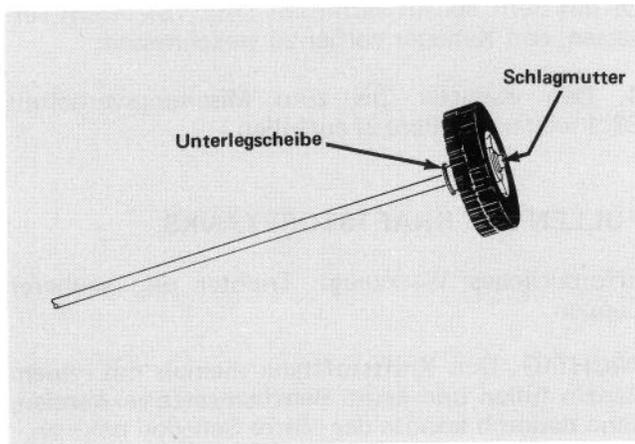

Abb. 1
1. Eine Schlagmutter durch leichtes Klopfen mit einem Hammer auf einer Achsseite befestigen (Abb. 1).
2. Ein Rad auf die Achse gegen die Schlagmutter schieben (Abb. 1). Dabei muss die Radnabenseite mit den sechs Speichen zur Achsmittle weisen.
3. Die Unterlegscheibe auf die Achse und gegen die Radnabe schieben (Abb. 1).